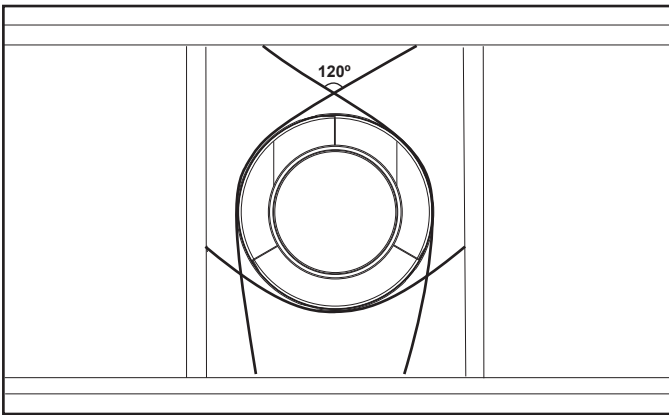

Figure 7.5 Fixation des sections verticales du conduit
- Des supports de conduit ou des bandes de suspension (espacés de 120°) peuvent être utilisés à cette fin. Voir les figures 7.5 et 7.6.